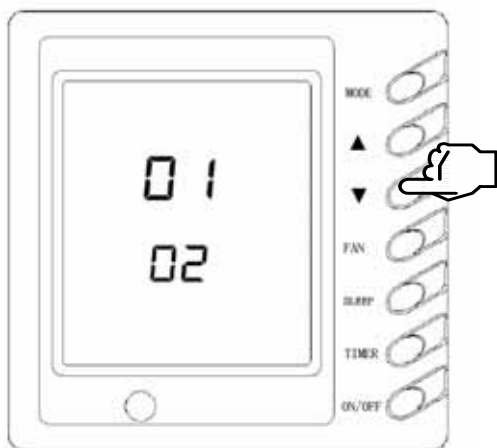

Рис.22
- «Температурой в помещении» считается температура, измеренная датчиком на проводном пульте управления. На дисплее изображено 02 (рис. 22).